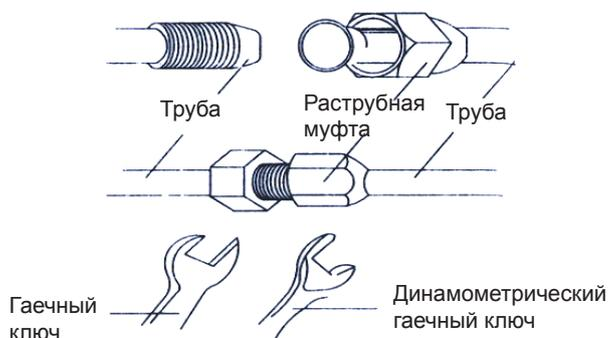

Рис. 18
- б. Затянуть соединение с помощью динамометрического ключа до щелчка (см. рис. 18).